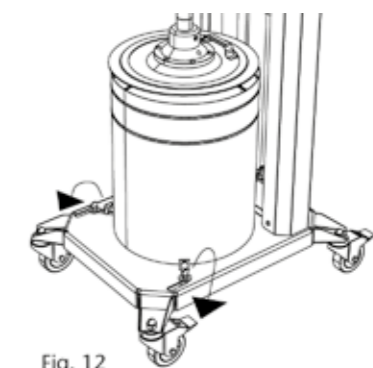

Fig. 12
3. Open the pail fasteners. (fig. 12).
5. Close the pail fasteners (fig. 12).
6. Turn the lifter control (pos.1) to the "off" position. The pump and the follower plate will approximate to the pail.
8. Turn the lifter control (pos. 1) to the "down" position.
9. When the grease is pushed out from the follower plate air bleeder opening, switch lifter control (pos. 1) to the "off" position.
3. Öppna hink-fästdonen. (fig. 12).
5. Stäng hink-fästdonen (fig. 12).
6. Vrid lyftreglaget (pos.1) till "off". Pumpen och följlattan kommer att närma sig hinken.
8. Vrid lyftreglaget (pos. 1) till "ner".
9. När fettet trycks ut genom följlattans avluftning, vrid lyftreglaget (pos. 1) till "off".
3. Open the pail fasteners (fig. 12).